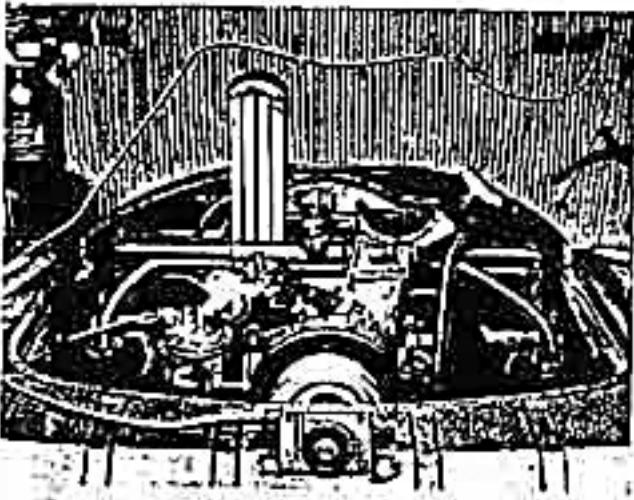

Abb. 7
10. Saugrohrhalter abnehmen und das Original-Saugrohr mit dem mittig liegenden verkürzten Spezial-Saugrohr auswechseln, dabei die Vorwärmung am rechten Vorwärmeflanz mittels der mittig liegenden Blechblende (21) ausschalten (siehe Abb. 7).
12. Siehe Punkt 12/A (Abb. 7, 9).